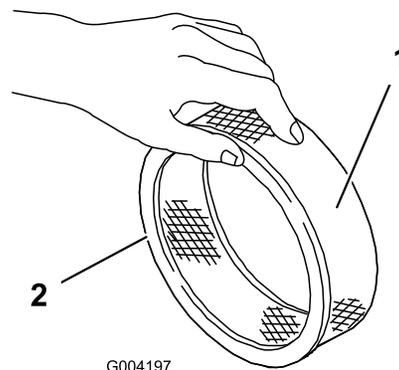

図 16
5. ペーパー・フィルタに汚れや油汚れ、ゴムシールの傷がないか点検する(図 16)。
1. ペーパー・エレメントにスポンジ・エレメントを注意深く取りつける(図 16)。